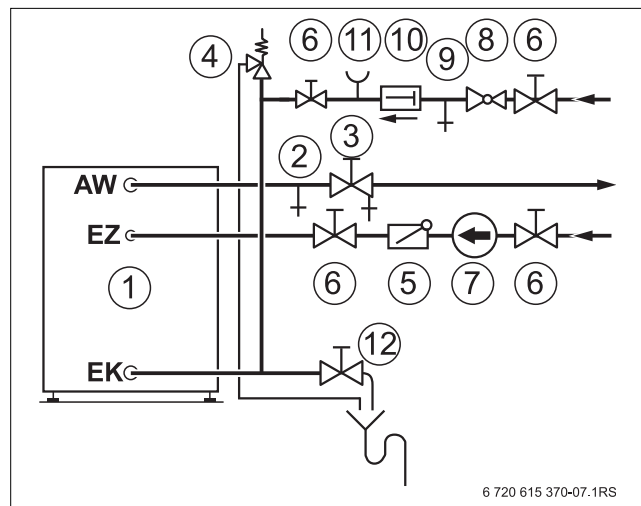

Fig. 7 Instalación (esquema de principio)
- Cerrar la válvula de corte para la entrada del agua fría EK (→ fig. 7, [6], pág. 6).
- Vaciar completamente el acumulador de agua caliente a través de la llave de vaciado (→ fig. 7, [12], pág. 6) - incluso hasta su parte más inferior.